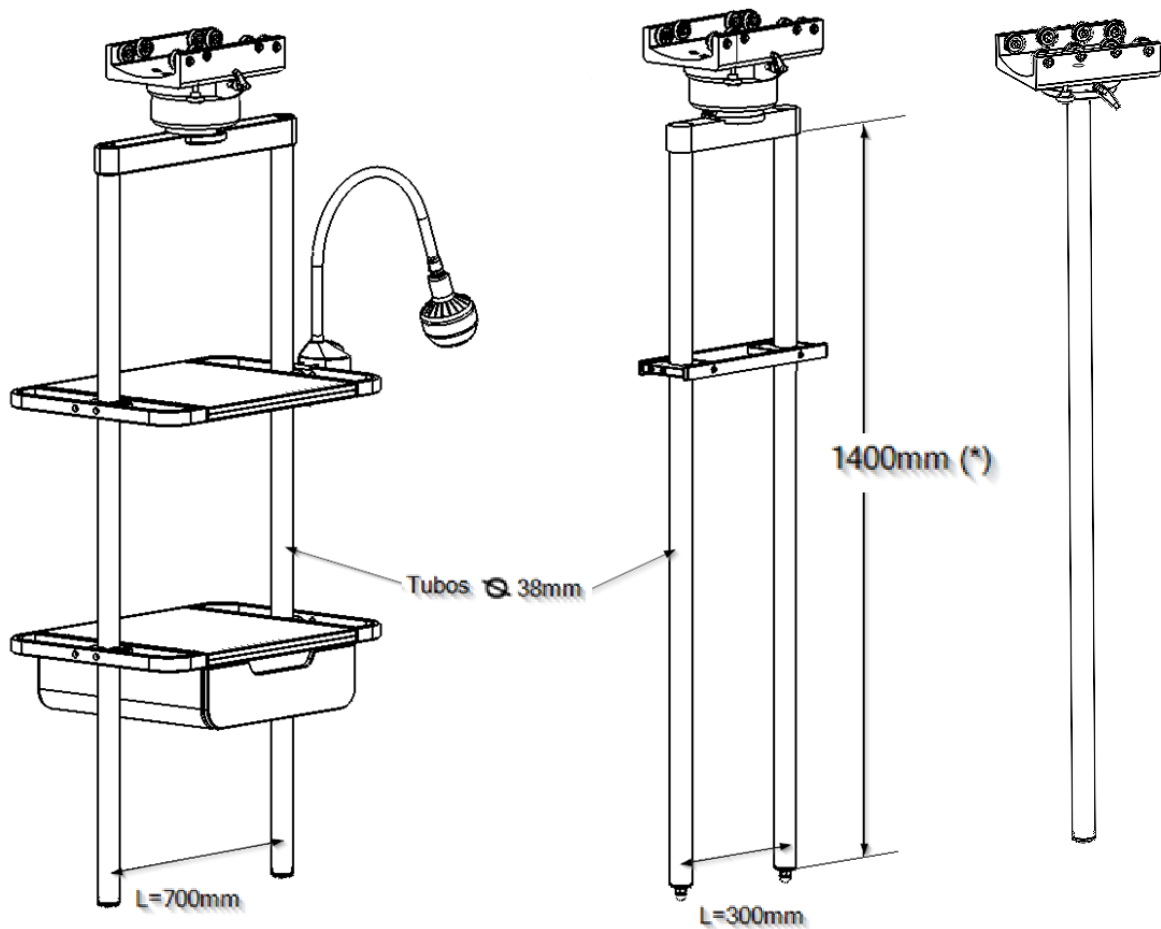

Abb. 18 Detailansicht Wagen für ARES
Bewegliches Element, das sich über eine bestimmte Länge innerhalb eines ARES-Abschnitts mit einem oder zwei Strukturrohren mit einem Durchmesser von 38 mm bewegt, auf denen weitere Zubehörteile befestigt werden können. Das Rohr kann auf der Drehachse oder auf einem Trapez in einem festgelegten Abstand angebracht werden. Der Abstand zwischen den Rohren (L) kann 300 mm, 500 mm und 700 mm betragen. In Abbildung 18 ist die Variante mit einem Trapez von 300 und 700 mm und die Variante mit dem Rohr auf der Drehachse dargestellt.
Im Beispiel sind eine technische Schienenanordnung auf den Strukturrohren (mittleres Bild in Abbildung 18) und zwei Tablettts zu sehen, eines davon mit einer einzelnen Schublade (Bild links in Abbildung 18). Das Bild rechts zeigt den Wagen mit einem einzigen Rohr auf der Drehachse.
Die maximale Tragfähigkeit ist das maximale Gewicht, das der Arm oder die Armanordnung tragen kann. Im Beispiel in Abbildung 18 ist eine Konfiguration mit einem Auslegerarm (2) und einem motorisierten Arm (3) zu sehen. Die maximale Last wird auf die vertikale Achse bezogen, um die sich der Servicekopf dreht.